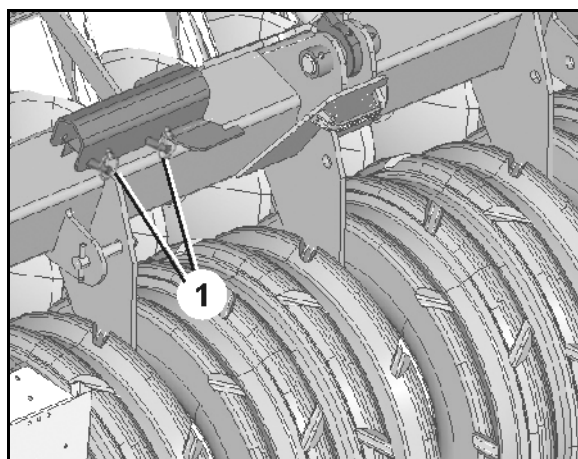

Fig. 32
2. Efter arbejdet: Afmonter indkøringslåsen på hydraulikcylinderen, og fastgør enheden i parkeringsstilling ved hjælp af bolte og ringstifter (Fig. 32/1).